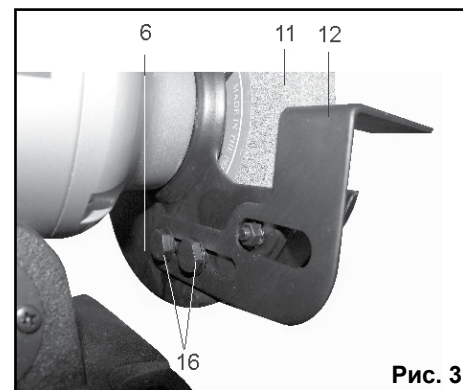

Рис. 3
9. СБОРКА И РЕГУЛИРОВКА (Рис. 3,4)